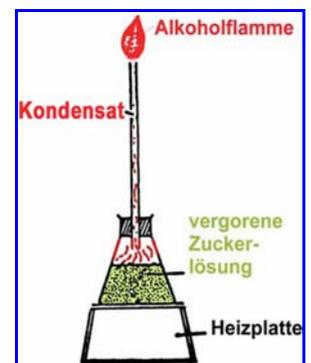

Abb. 6. Alkoholnachweis
## 2.2. Produktbildung 2 - Alkohol (Ethanol $\text{C}_2\text{H}_5\text{OH}$ ): nachweisbar mit Gäransatz 3A und 3B (cf. Abb. 6 + 7)
- der Inhalt des Gärgefässes wird nun langsam auf der Heizplatte erhitzt (Abb. 6, Abb. 7A)
- **Ansatz mit Glasrohr 3B:** Abb. 6